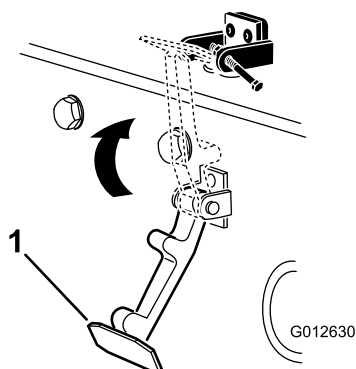

Figura 5
7. Enganche el cierre en el cerradero del capó (Figura 5).